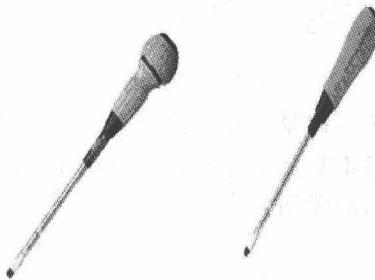

图1-1 一字槽螺钉旋具
(1) 一字槽螺钉旋具 这种螺钉旋具主要用来旋转一字槽形的螺钉、木螺钉和自攻螺钉等。它有多种规格，通常说的大、小螺钉旋具是用手柄以外的刀体长度来表示的，常用的有100mm、150mm、200mm、300mm和400mm等几种。要根据螺钉的大小选择不同规格的螺钉旋具。若用型号较小的螺钉旋具来旋拧大号的螺钉很容易损坏螺钉旋具，使用时应注意。特点：刀头呈一字形，经过充磁，能吸住细小的螺钉、螺母。刀柄用软性材料制成，操作时能均匀用力，不易打滑。如图1-1所示。